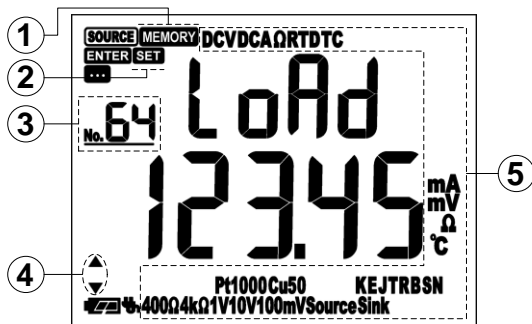

图 5.8 读取常用输出值的显示画面
- (1) MMB 在正常操作时, 按 **RECALL** 键, MMB 切换到读取状态显示: 显示内容如【图 5.8】所示。
- (2) 通过按 **▲▼◀▶** 键切换选择读取位置 1~64, 位置数字显示在左上角。随着切换读取位置, 所选编号位置存储的存储值、信号类型和单位信息会实时在下排显示刷新。如果当前内存位置没有数据, 则会显示 “- - - -”。